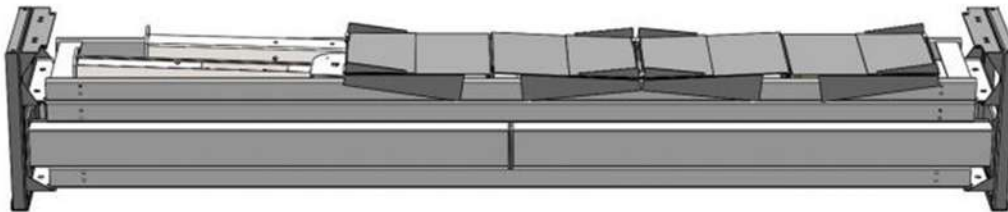

Fig. 10
3. Solte os parafusos da embalagem superior e remova a plataforma externa no topo (ver Fig. 10).